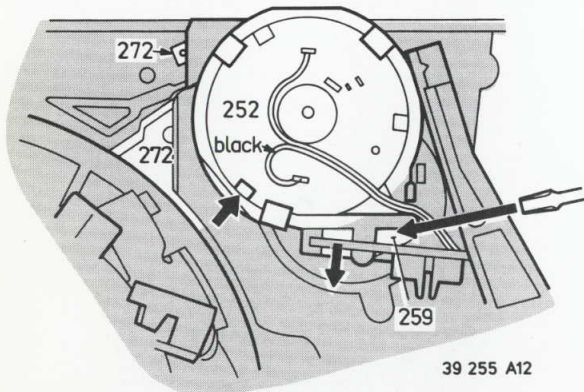

Fig. 3-1-11
Een 9-volts batterij (klein type) met de rijgmotor pos. 252 (Fig. 3-1-11) verbinden. (Voor uitrijgen: de plus-pool met de pen verbinden waaraan de zwarte draad vastgemaakt is.
Zo niet: de kleine aansluitprintplaat vanaf de houder van de rijgmotor (Fig. 3-1-11) verwijderen. Nu kan men de poelie pos. 259 zien.
- Verbindingsdraden van de motor (Fig. 3-1-11) lossolderen.
- Een 9-volts batterij (klein type) op de rijgmotor aansluiten of met de hand de poelie pos. 259 bewegen, waarbij gebruik wordt gemaakt van een schroevendraaier (Fig. 3-1-11).